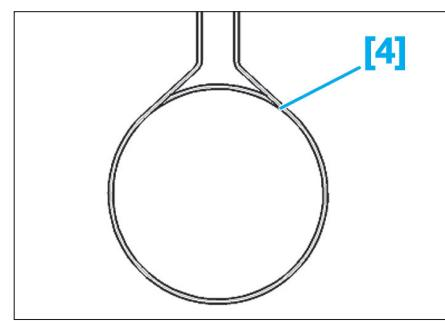

Fig. 5
- [4] Centrage de poulie (réf : 0188.AH) (**Fig.5**).